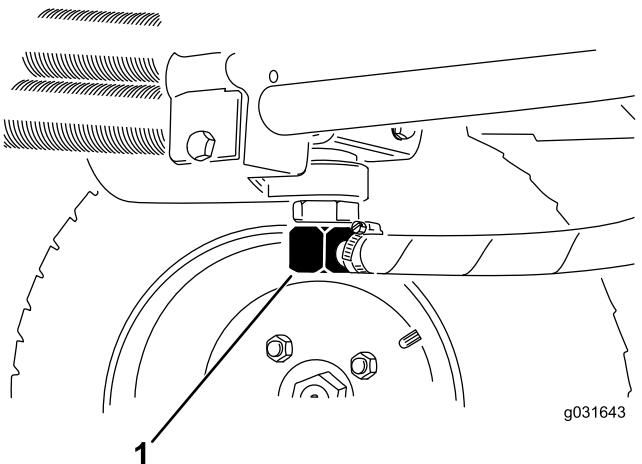
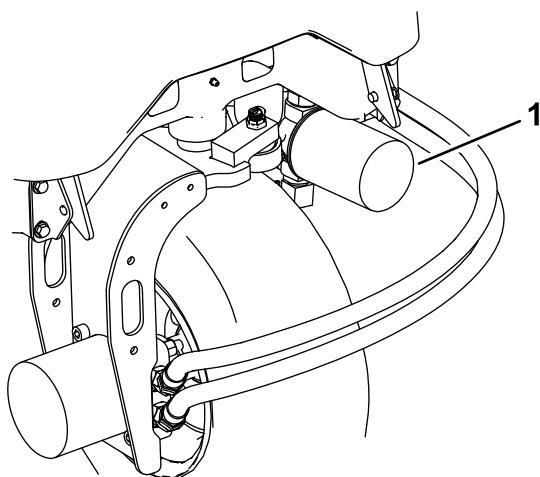

Figura 64
Figura 66
- Desconecte el tubo hidráulico o retire el filtro hidráulico y deje fluir el aceite hidráulico en un recipiente apropiado (Figura 66 y Figura 64).
3. Vuelva a colocar el tubo cuando el aceite hidráulico se haya drenado (Figura 64).
3. Limpie alrededor de la zona de montaje del filtro, coloque un recipiente debajo del filtro y retire el filtro (Figura 66).